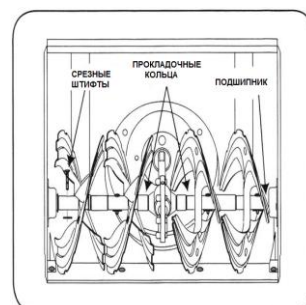

Рис.8
- Залейте смазку в вал и вокруг прокладочных колец. Также смажьте подшипники на каждом конце шнека. См. рис. 8